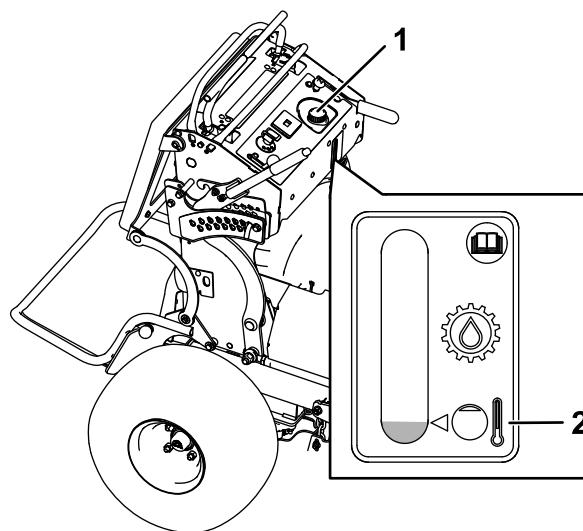

Figure 70
4. Nettoyez la surface autour du bouchon et du goulot de remplissage du réservoir hydraulique (Figure 70).
5. Enlevez le bouchon du goulot de remplissage (Figure 70).